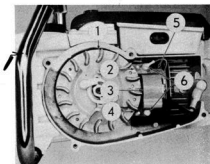

Fig. 25
2. Mät avståndet med ett 0,25 mm bladmått vid punkterna märkta 1 och 3 på fig. 25.